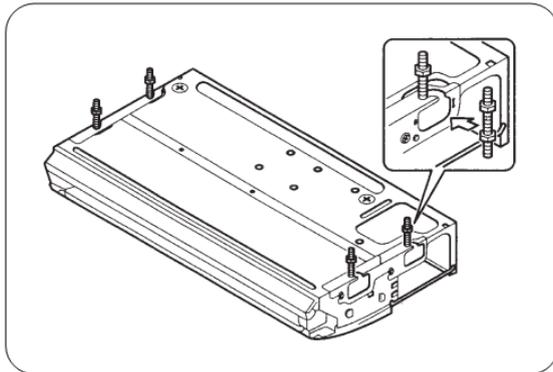

Fig.9
- Es posible instalar la unidad usando los soportes de colgar mirando hacia dentro sin quitar los soportes de la unidad (ver Fig. 9).